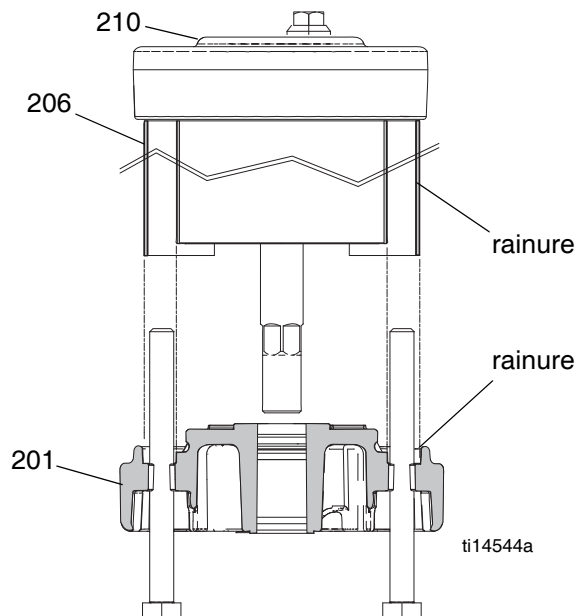

FIG. 9 : Aligner l'écran dans les rainures des couvercles
7. Lubrifier et installer le joint torique (202) sur le couvercle inférieur (201).
8. Voir la FIG. 9. Placer avec précaution le couvercle inférieur (201) sur le cylindre (205). Faire glisser la tige dans le joint à soufflet. Les surfaces du collecteur des couvercles supérieur et inférieur doivent être alignées. S'assurer que l'écran (206) soit dans la rainure des deux couvercles inférieur et supérieur.